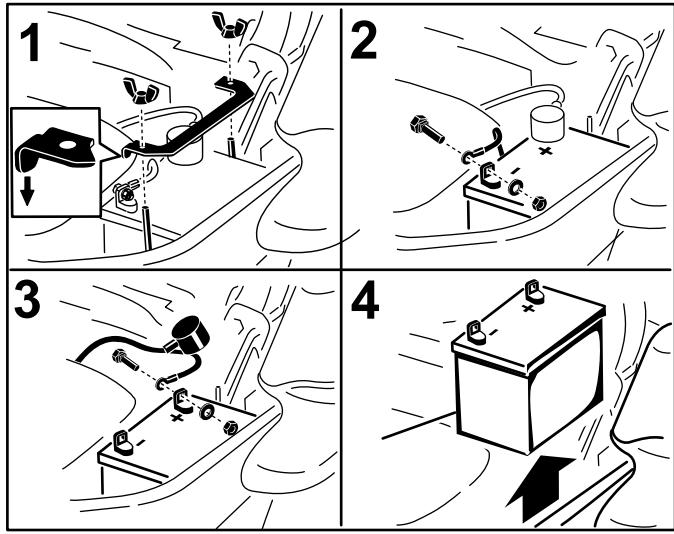

Figura 59
3. Primero desconecte el cable negativo (negro) del borne negativo (–) (negro) de la batería (Figura 59).
4. Retire la cubierta de goma roja del borne positivo (rojo) de la batería y retire el cable positivo (+) (rojo) (Figura 59).
5. Retire la tuerca de orejeta que sujetla la abrazadera de la batería (Figura 59).
6. Retire la abrazadera (Figura 59).
1. Coloque la batería en la bandeja, con los bornes frente al depósito de aceite hidráulico (Figura 59).
4. Fije los cables con 2 pernos, 2 arandelas, y 2 contratuerzas (Figura 59).
6. Instale la abrazadera y sujétela con la tuerca de orejeta (Figura 59).